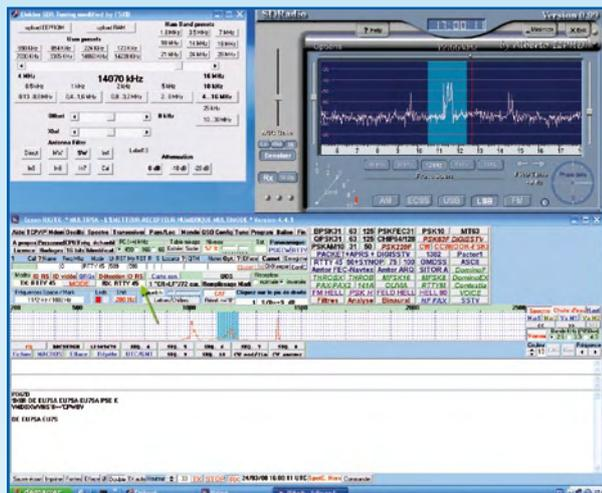

Figure 4. Réception en mode RTTY (flèche verte) mettant en oeuvre ElektorSDR, SDRadio et Multipsk.
– **MULTIPSK (figure 4)** logiciel français conçu par F6CTE est un logiciel payant mais dont une version d'essai gratuite limitée est proposée permet la réception intégrée de tous les modes numériques y compris le décodage de la télégraphie ce qui soulage et dispense les écouteurs de l'apprentissage